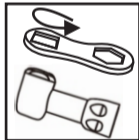

Fig.5.2
- 3) Utilize a Chave para Contra-Ângulo para remover a tampa da cabeça (Fig. 5.2);